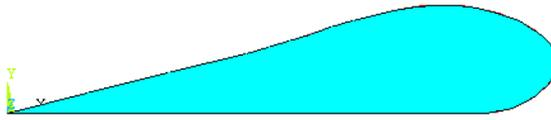

图10.13 生成截面
(9) 单击 **Main Menu>Preprocessor>Modeling>Create>Areas>Arbitrary>By Lines** 菜单, 然后选中机翼的边线, 单击【OK】按钮, 即可生成机翼的截面。如图 10.13 所示。